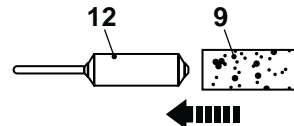

Fig. 1
- > Alignez la bande abrasive [9] avec l'adaptateur pour bande abrasive [12] et glissez la bande [9] sur celui-ci (Fig. 1).